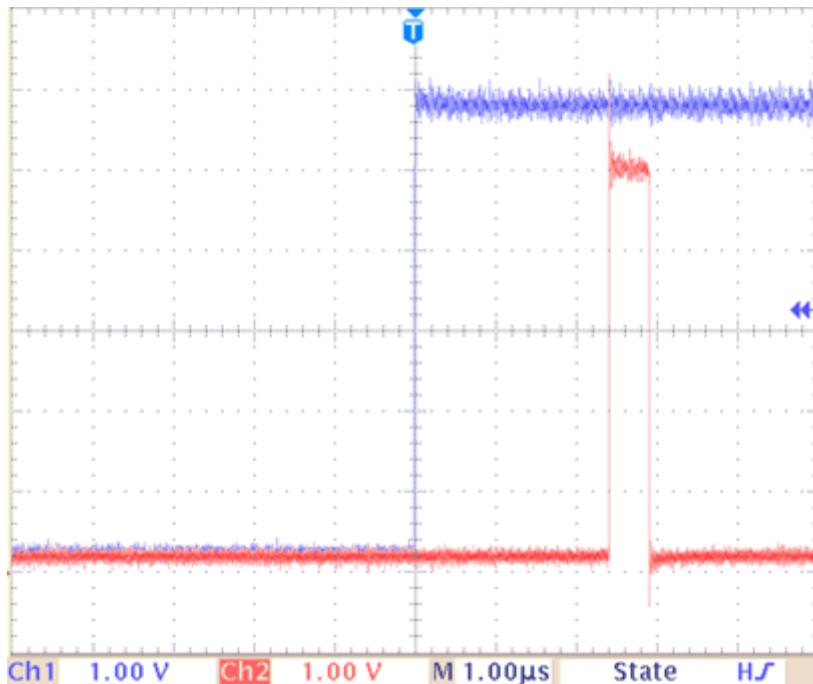

Figura 6.6
- intervalul de timp cât pinul de ieșire se află pe 1 logic este egală cu aproximativ 500ns (a se vedea figura 6.6). Acest timp corespunde a 2 cicli mașină, ceea ce pare a fi normal, dacă se consideră faptul că instrucțiunile SBI (*set bit in I/O register*) și CBI (*clear bit in I/O register*) durează, fiecare, 2 cicli mașină.